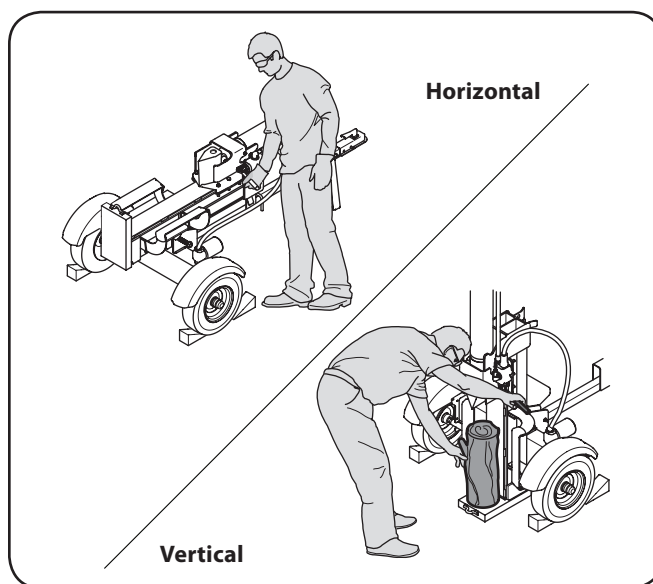

Figure 2-1
- a. Posición de funcionamiento horizontal: Stand en la palanca de control de parte del diario del separador delante de la rueda tal y como se muestra en la Fig. 2-1.
- b. Posición Vertical de funcionamiento: de pie delante de la viga y de registro como se muestra en la Fig. 2-1.